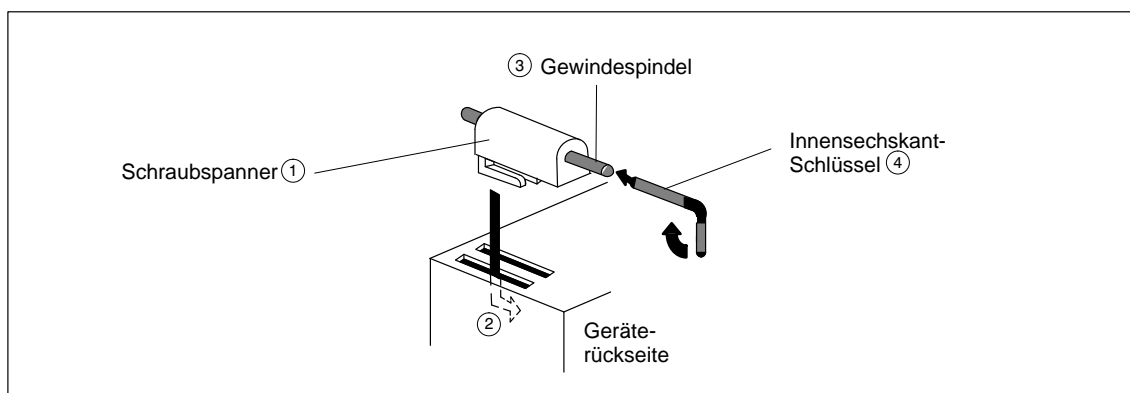

Bild 14-2 OP in der Fronttafel festspannen
Zur Befestigung müssen die Schraubspanner ① im Gehäuse des OP eingehakt ③ und die Gewindespindeln ② rückseitig mit dem Innensechskant-Schlüssel ④ gegen die Fronttafel geschraubt werden (Bild 14-2).